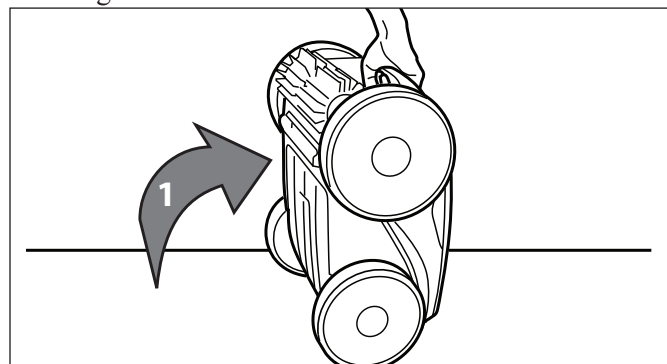

Figura 31. Limpie en posición hacia arriba
1. Levante el limpiafondos a una posición vertical de manera que el mango quede hacia arriba. Vea la Figura 31.